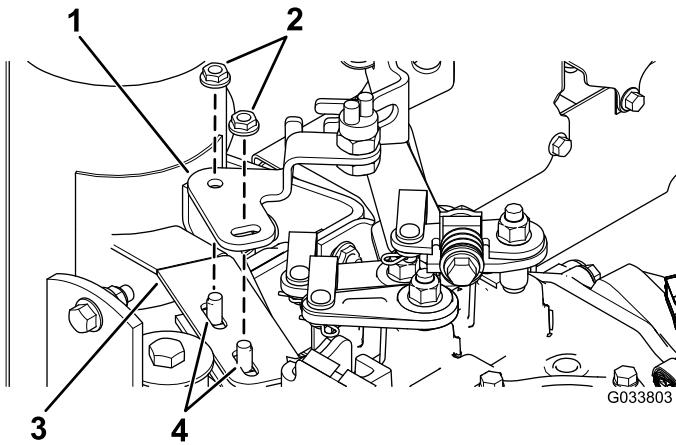

Bild 4
- Montieren Sie die Kugelschalterhalterung mit den zwei Schlossschrauben (5/16" x 1") und zwei Sicherungsmuttern (5/16") am Schalldämpferrahmen, wie in Bild 4 abgebildet.